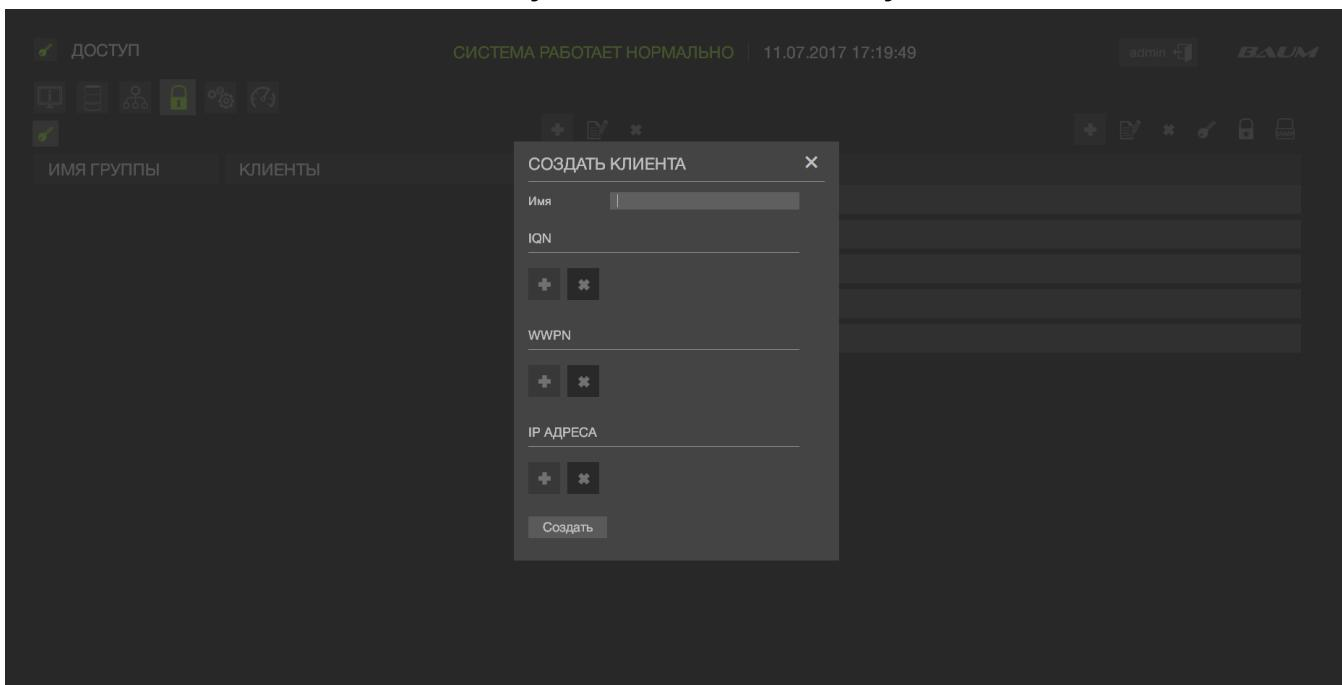

Рисунок 17 – Создание клиента
- 2) В области «Клиенты» нажать на кнопку «Создать нового клиента» (см. Рисунок 17).